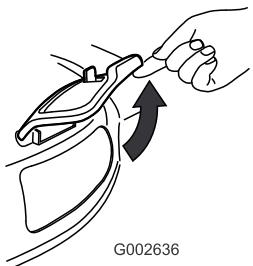

Figure 34
- Soulevez et ouvrez le volet d'éjection latérale (Figure 34).